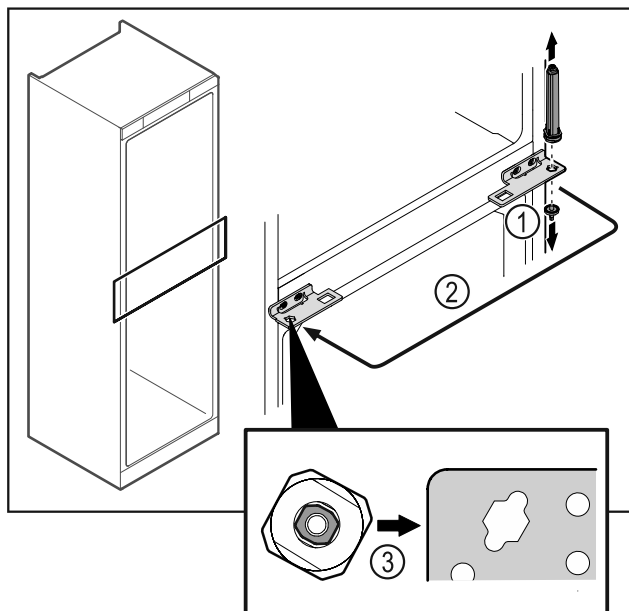

Fig. 49
- ▶ Odkręcić sworzeń zawiasu Fig. 49 (1).
- ▶ Przełożyć system blokujący drzwi Fig. 49 (2).
- ▶ Przy wkładaniu zwracać uwagę na prawidłowe ustawienie systemu blokującego Fig. 49 (3) drzwi.